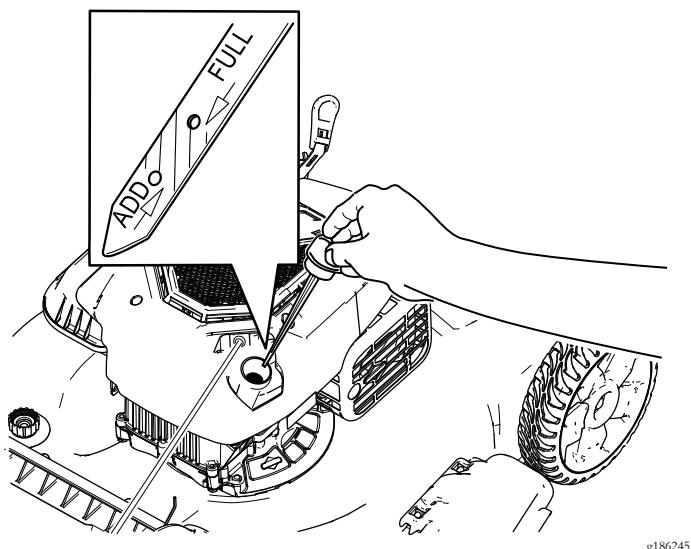

Figura 6
- Retire la varilla girando el tapón en el sentido contrario a las agujas del reloj y tirando del mismo (Figura 6).
- Observe el nivel de aceite en la varilla (Figura 6).